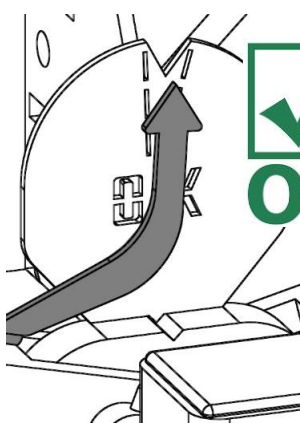

Bild. 1
- Befindet sich der Zeiger, bei angehobenem Greifgut, in der Kerbenmitte, ist der Greifbereich optimal eingestellt (Bild 1).